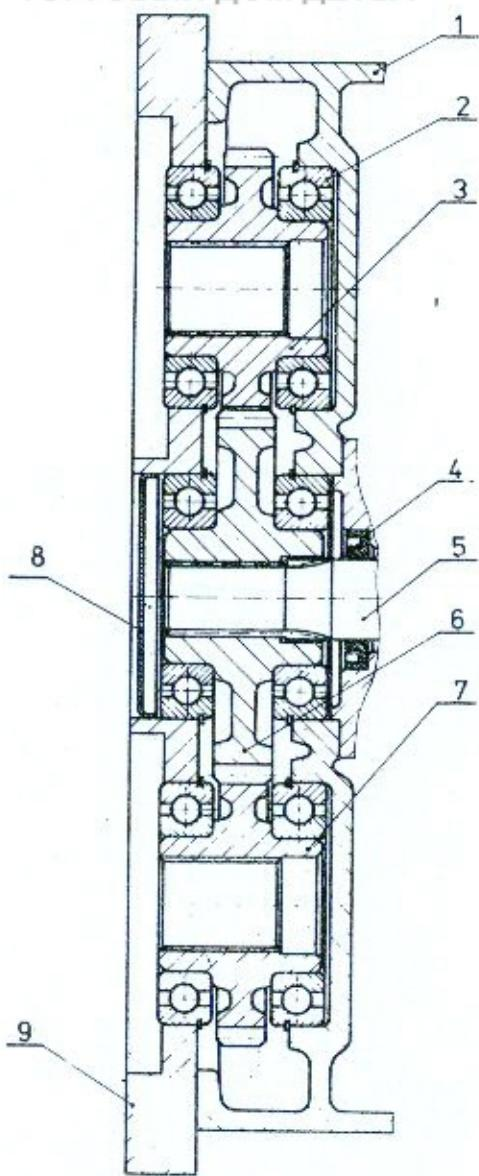

Рис.52
Зубчатые колеса поз.3 и 7 /рис.52/ - тождественные, однорядные шарикоподшипники поз.2 /8 шт./ тождественны.
Монтаж зубчатого колеса /рис.52/
- колеса для привода ходовой части /поз.3 и 7 - рис.52/